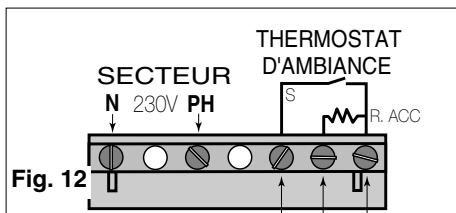

Fig. 12
Raccorder sur le connecteur, l'alimentation 230 V. du secteur (voir schéma Fig. 12), le fil de phase en PH, le neutre en N.
- raccorder le thermostat d'ambiance selon le schéma (Fig. 12) :
- le fil de terre du T.A. doit être raccordé à la vis (T) sur le boîtier électronique
- brancher le connecteur en (C)